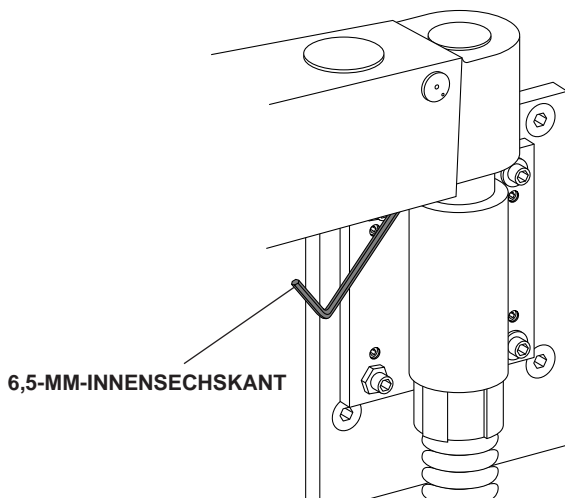

Figure 19. Spannung der Ausgleichsfeder einstellen
1. Sehen Sie sich an, wo sich die Einstellschraube unter dem Schwenkarm befindet (siehe Bild 19).